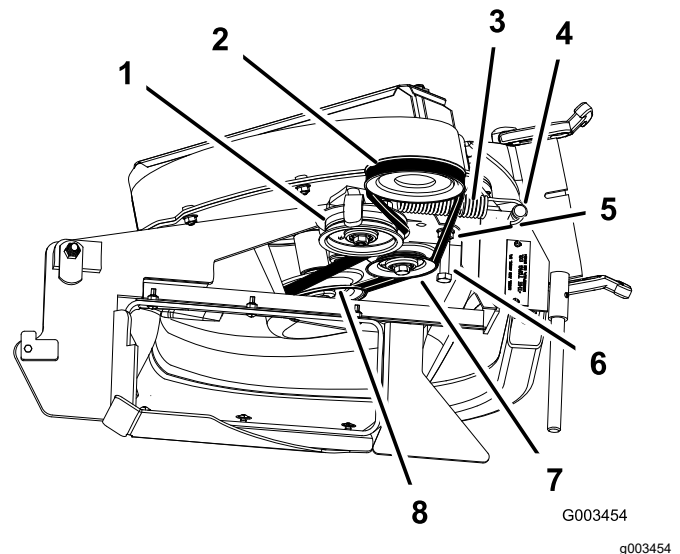

Bild 44
3. Lockern Sie die Schraube der Riemenführung (Bild 44).
5. Legen Sie den neuen Riemen um die Riemenscheibe am Gebläse (Bild 44).
7. Ziehen Sie die Schraube der Riemenführung (Bild 44) an.
9. Verlegen Sie den Riemen auf die gefederte Spannscheibe (Bild 44).